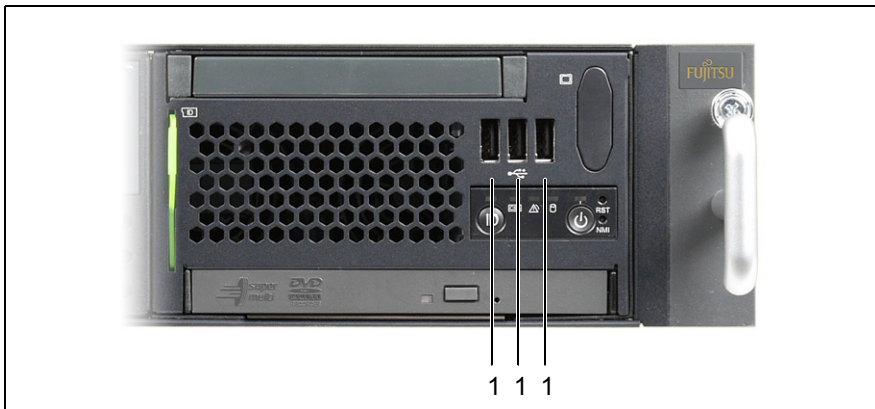

Рисунок 13. Передняя панель: USB-порты
На передней панели сервера находятся три дополнительных USB-порта (1) (рис. 13).